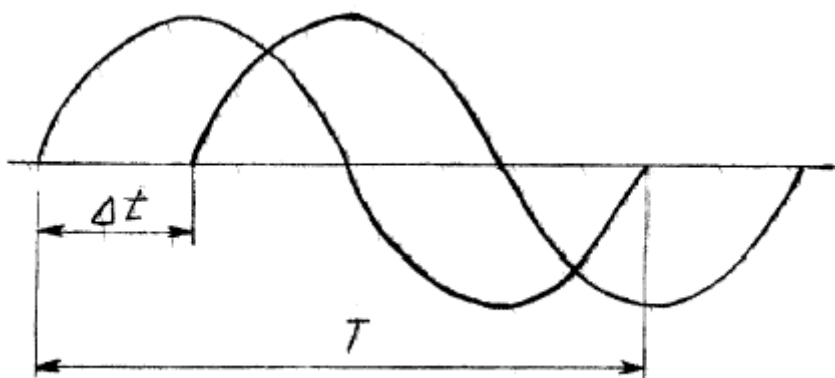

Рис. 2
7.6.1. Соединить выход генератора ГЗ и клеммы "Вх" и фазовращателя, клеммы "Вх" и "Вых" фазовращателя соединить со "Входами" усилителей У1 и УП двухлучевого осциллографа С1-55. Включить генератор развертки (переключатель "Синхронизация" в положении "Внутр.1"), регулировкой ручек "Длительность", "Уровень" и "Стаб" получить изображение двух синусоидальных сигналов (рис. 2). Значение фазового сдвига вычисляется по формуле $\phi = (\Delta t/T) \cdot 360^\circ$ и заносится в табл.6.